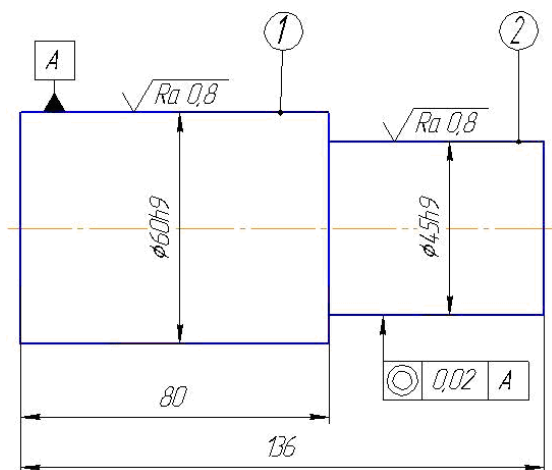

Рисунок 1 – Вал
**10. Выбрать правильный маршрут обработки вала (рис.1) в условиях серийного производства:**